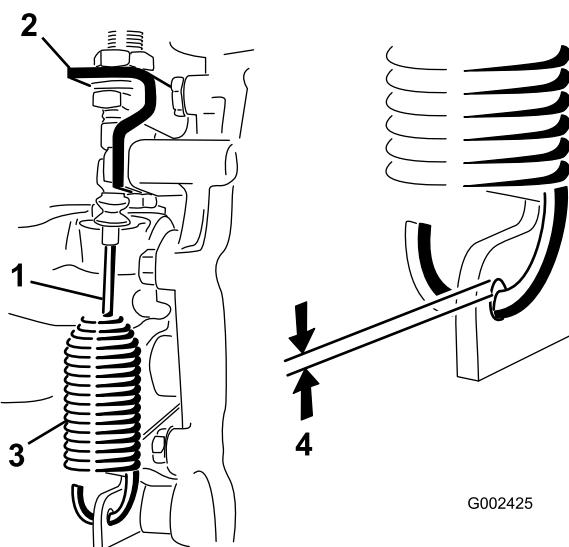

Рисунок 57
- Снимите штифт с головкой и отверстием под шплинт, который крепит трос высокого-низкого диапазона к коробке передач (Рисунок 57).
- Ослабьте гайки, которые крепят трос блокировки дифференциала к кронштейну на коробке передач (Рисунок 57).